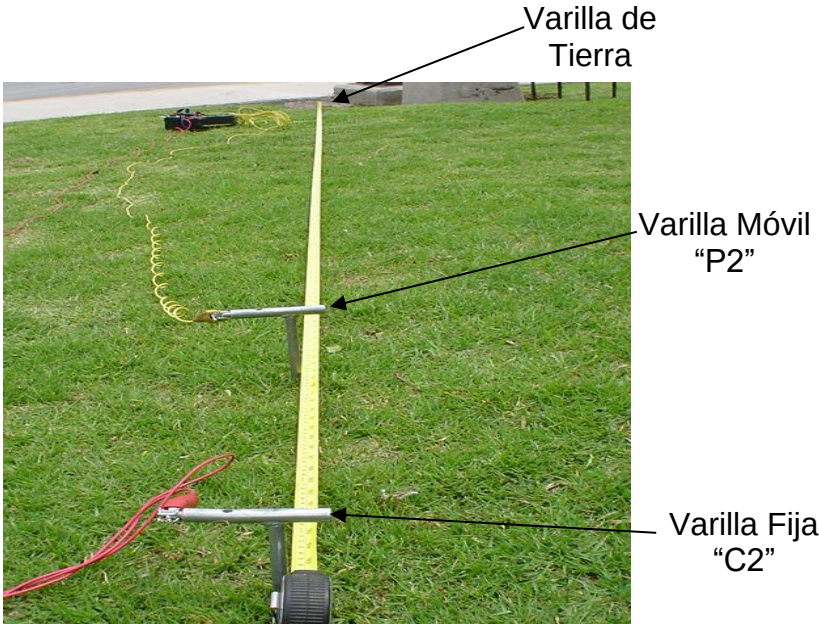

Fig. 02 Conexión de varillas en forma lineal
- Enterrar la varilla fija C2 a una distancia de 20 metros de la varilla de tierra física a medir, como se muestra en la Fig. 02.
- Enterrar la varilla móvil P2 a 1 metro del electrodo de tierra física a medir de tal forma que las tres varillas queden alineadas (ver Fig. 02).